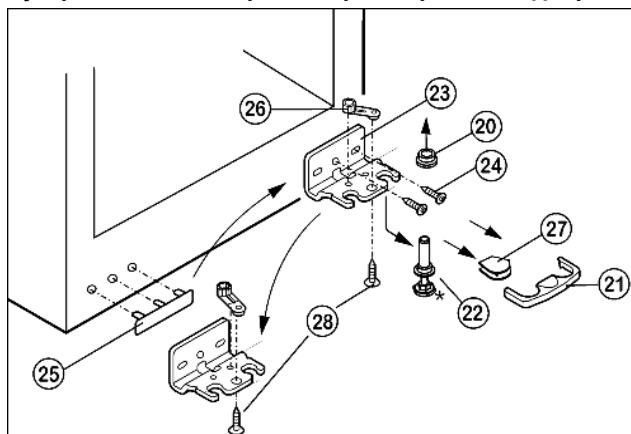

Fig. 9
- Предохранитель Fig. 9 (21) снимите движением вперед.
- Снимите крышку Fig. 9 (27).*
- Полностью вверните регулируемую опору Fig. 9 (22).
- Вытяните опорный палец Fig. 9 (22) вниз и вперед. При этом следите за гнездом шарнира Fig. 9 (20).
- Открутите опорный кронштейн Fig. 9 (23) (2 шт. Torx 25) Fig. 9 (24).
- Открутите опорную деталь Fig. 9 (26) (1 Torx 25) Fig. 9 (28) и, переставив в отверстие на противоположной стороне опорного кронштейна, снова прикрутите.
- Осторожно приподнимите и переставьте крышку Fig. 9 (25) со стороны ручки.
- Снова прикрутите опорный кронштейн Fig. 9 (23) на новой стороне шарнира, при необходимости с помощью аккумуляторного шуруповерта через внешний продольный паз и круглое отверстие.
- Установите крышку Fig. 9 (27) на противоположной стороне.*
- Предохранитель (21) нужно зафиксировать сбоку на кронштейне, чтобы опорный палец и двери были защищены от выпадения.
- Снова защелкните предохранитель (21) на опорном кронштейне.
- Наденьте гнездо шарнира Fig. 9 (20).
- Установите дверцу сверху на нижний опорный палец Fig. 9 (22).
- ▶ Выверните средний винт на нижнем опорном кронштейне Fig. 9 (23).*
- ▶ Переставьте средний винт на нижнем опорном кронштейне Fig. 9 (23) в свободный продольный паз.*
- ▶ При необходимости выровняйте дверцы через два продольных паза в нижнем опорном кронштейне Fig. 9 (23) параллельно корпусу устройства.